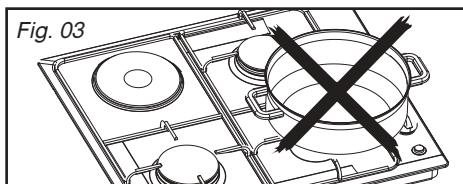

Fig. 03
- No utilice recipientes que recubran parcialmente las ruedas (Fig. 03).